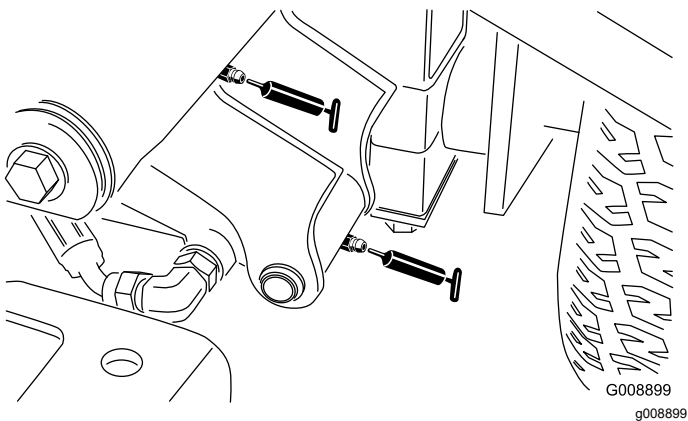

Figure 64
- Pivot de bras de levage avant gauche et vérin de levage (2 graisseurs) (Figure 64)